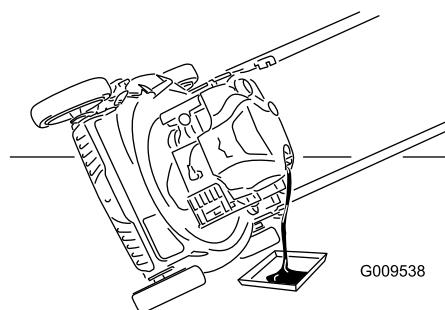

Рисунок 21
- Для слива отработанного масла через маслозаливной патрубок переверните газонокосилку набок воздушным фильтром вверх (Рисунок 21).